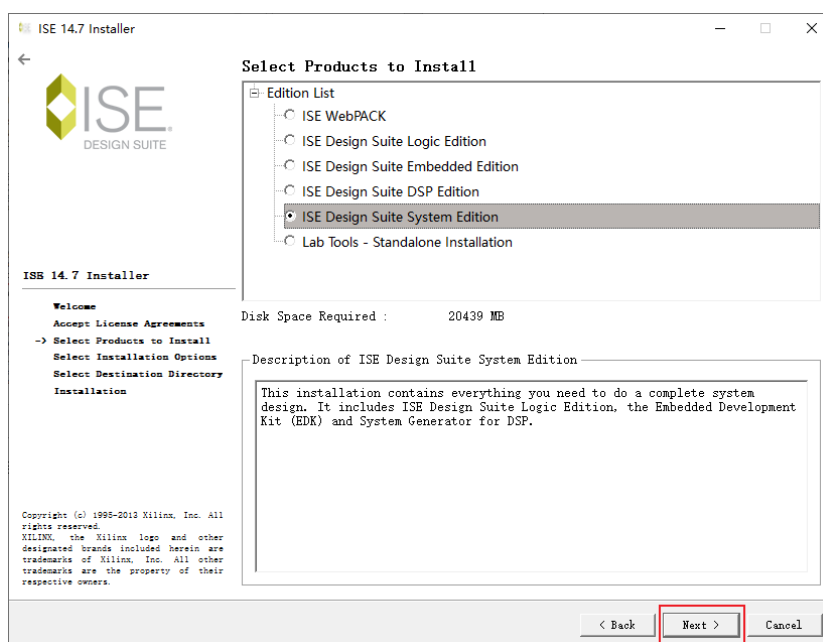

图 1-6 选择安装产品
6) 选择安装产品页面，这里保持默认选择，直接点击“Next >”，如图 1-6 所示。
7) 安装选项页面，这里保持默认选择，直接点击“Next>”，如图 1-6 所示。